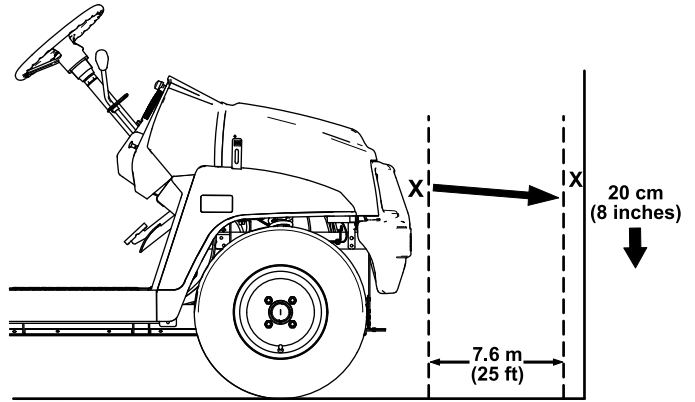

Figure 43
1. Garez la machine sur une surface plane et horizontale avec les phares à environ 7,6 m (25 pi) devant un mur (Figure 43).
La partie la plus brillante du faisceau doit se trouver 20 cm (8 po) en dessous du repère que vous avez fait sur le mur (Figure 43).